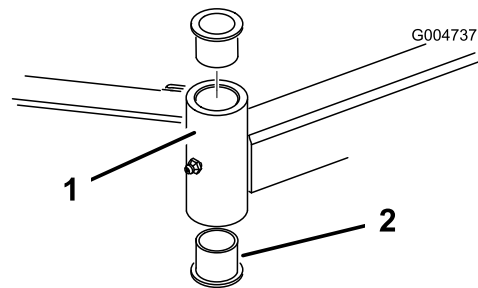

Bild 124
4. Stecken Sie einen Dorn oben oder unten in das Befestigungsrohr und treiben die Büchsen heraus (Bild 124).